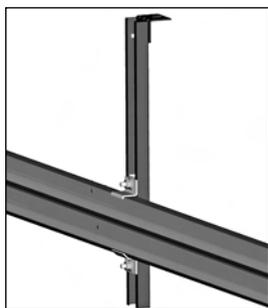

Рис. 19. Общий вид подвеса
Подвешивание горизонтальных направляющих к потолочным конструкциям помещения следует производить на регулируемых подвесах. Конструкция подвеса и способ монтажа представлены на рис. 19, 19а, 19б, 20 и 21.
Рис. 19а
Рис. 19б
- 1) Закрепить к С-образному кронштейну два монтажных кронштейна при помощи болтов М8х25 с полукруглой головкой и гаек с буртиком (рис. 19а). Гайки наживить.
- 2) Установить полученную сборку на горизонтальную направляющую в месте расположения подвеса (рис. 19б).